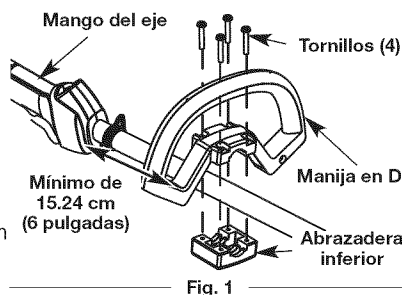

Fig. 1
1. Coloque la manija en D por encima del bastidor del eje y sobre la abrazadera inferior (Fig. 1). Colóquela a un mínimo de 15.24 cm (6 pulgadas) desde el extremo del puño del eje.